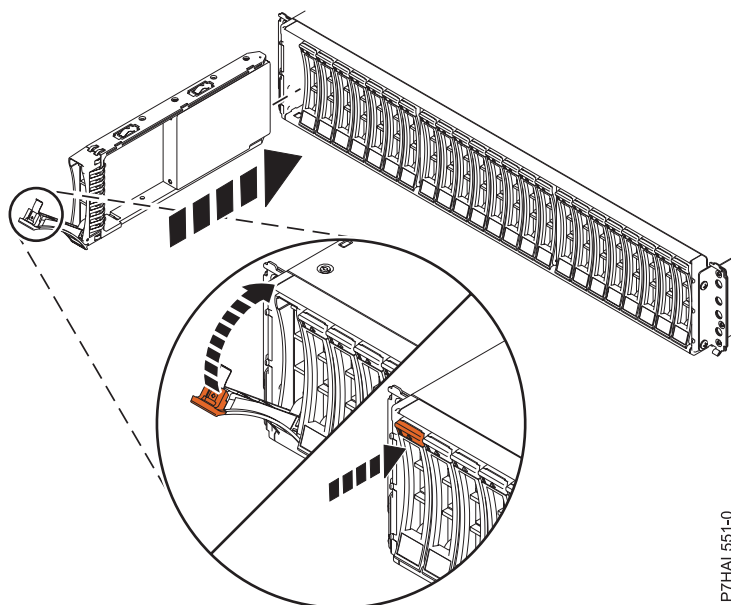

Figura 3. Instalación de la unidad de disco en Alojamiento de unidad de disco 5887
1. Con el asa en la posición de desbloqueo, consulte Figura 3 en la página 9, sostenga la unidad por la parte inferior mientras la alinea con los rieles de guía de la unidad de expansión.